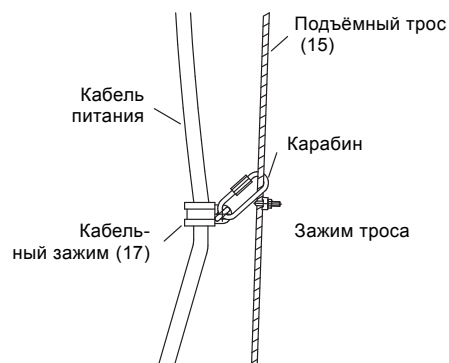

Рис. 12 Крепление кабеля питания к тросу
16. Прикрепить кабель к тросу приблизительно на 0,8 м выше насоса, чтобы кабель не упал и не попал в рабочее колесо во время работы. С помощью карабина закрепить кабельный зажим на подъемном тросе выше зажима троса. См. рис. 12. Прикрепить кабель питания к подъемному тросу с помощью кабельных зажимов, установленных через каждый метр.